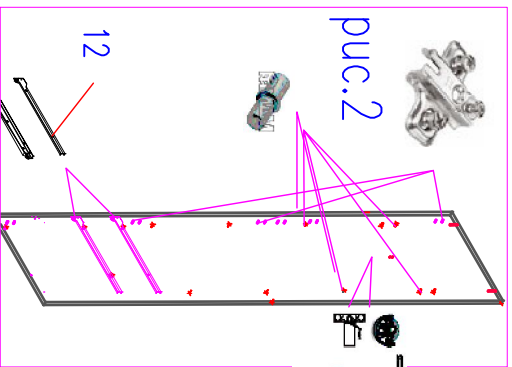

рис.2
2. На посадочные места дет.1, 2 установить монтажные планки Ф. №6.(рис.2)
8. В посадочные места дет.1, 2 установить полкодержатели Ф №4.(рис.2). Установить полки дет.6